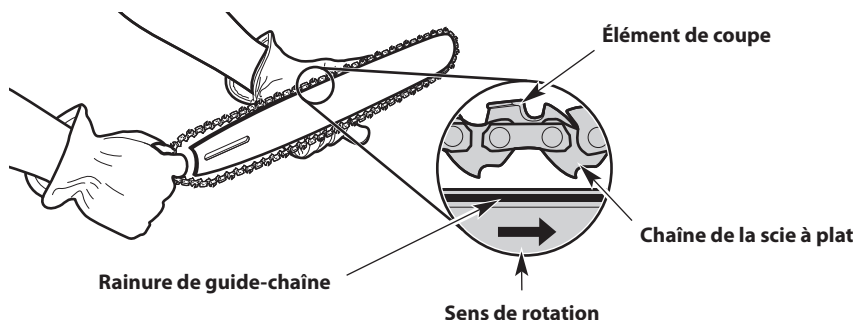
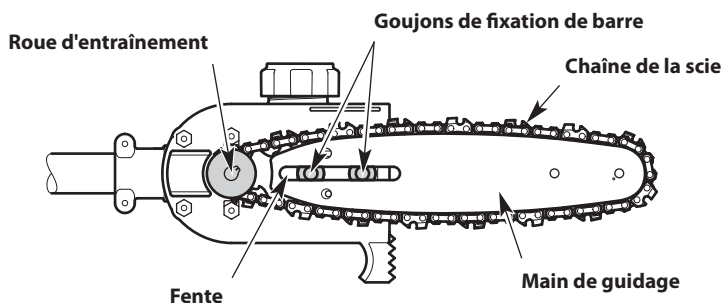

Fig. 16
Fig. 17
3. Faites entrer la chaîne dans la rainure du guide-chaîne (Fig. 16). Assurez-vous que les couteaux pointent dans le bon sens de rotation (Fig. 16). Gardez une boucle de chaîne à l'extrémité arrière du guide-chaîne (Fig. 16).
4. Maintenez la chaîne et le guide-chaîne ensemble, en position sur l'appareil. Enroulez la chaîne de scie autour du pignon d'entraînement et installez la barre de guidage sur les goujons de retenue de la barre (Fig. 17). Assurez-vous que le guide-chaîne est à plat contre la surface de montage. Assurez-vous que les méplats de la chaîne se trouvent dans les rainures sur le pignon d'entraînement (Fig. 16 et Fig. 17).
6. Installez le couvercle du guide-chaîne. Serrez la vis et deux (2) écrous de fixation de barre.